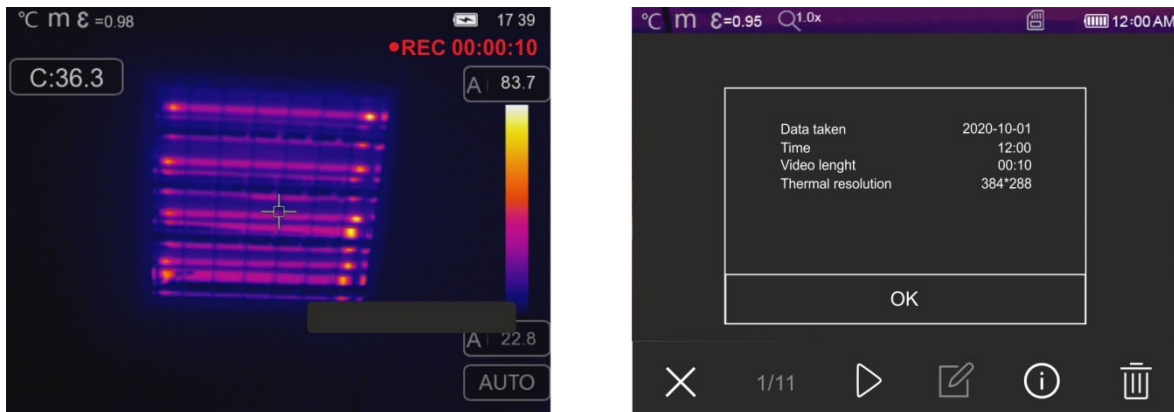

Abb. 46: IR-Videoaufzeichnung
1. **Drücken und halten Sie die Taste T (Trigger) mindestens 2 Sekunden lang.** Die Angabe “REC” erscheint auf der Oberseite des Displays, um die laufende Aufzeichnung anzugeben (siehe Abb. 46).